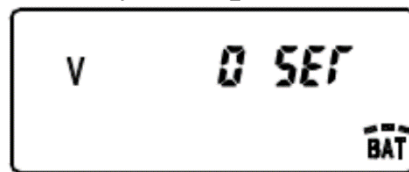

Рис. 4.15 – Режим корекції місця нуля вертикального круга
- для початку нових багаторазових вимірювань потрібно натиснути клавішу , чим встановити кутовий відлік на 0, (рис. 4.15, а).